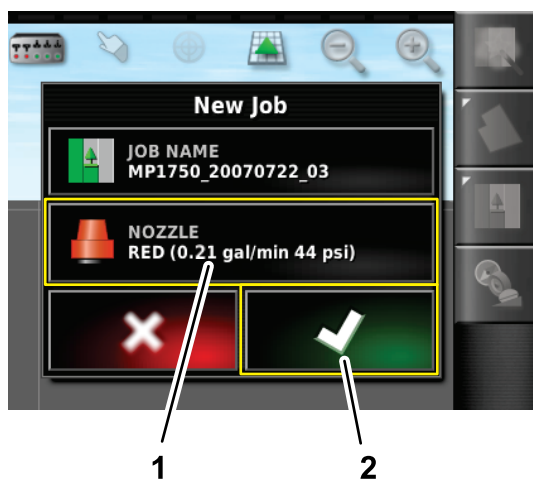

Figura 152
1. No menu de novo serviço, selecione o ícone Bico (Figura 152).
3. Pressione o ícone Confirmar (Figura 152).